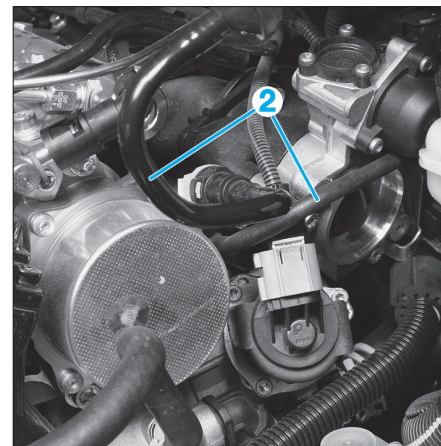

Fig. 22
- Débrancher les tuyaux (2) (Fig.22).